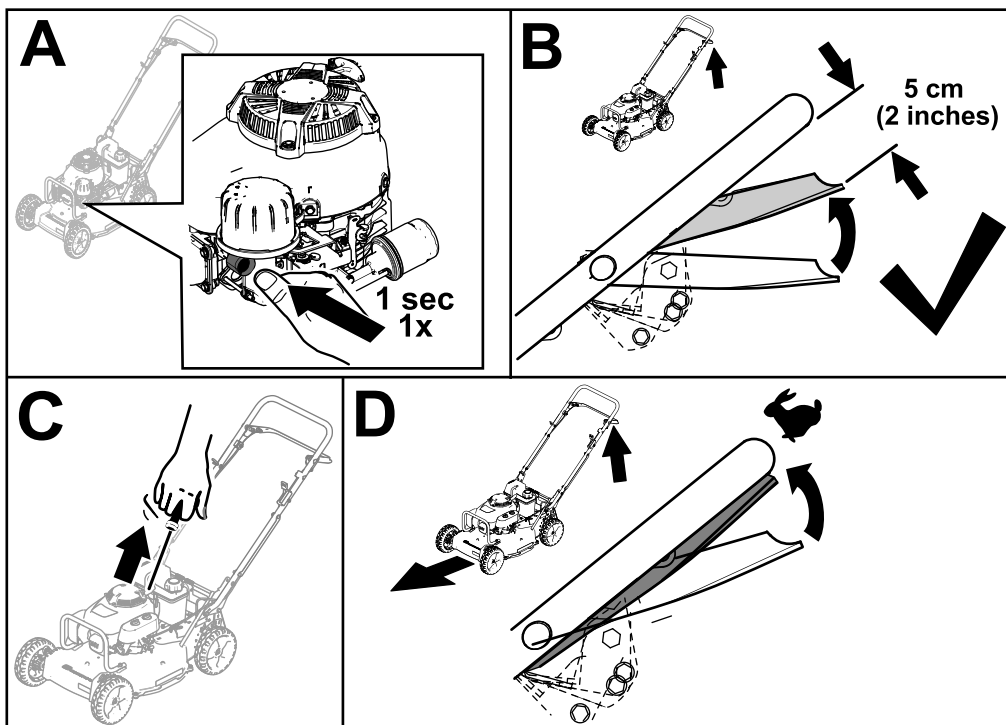

Figure 14
3. Appuyez fermement sur la poire de l'amorçeur pendant 1 seconde (encadré A de la Figure 14).
4. Maintenez la barre de commande de la lame à la position Marche/Changement à environ 5 cm (2 po) sous le guidon (encadré B de la Figure 14).
5. Tirez légèrement la poignée du lanceur jusqu'à ce que vous sentiez une résistance, puis tirez vigoureusement et laissez le câble se rétracter lentement jusqu'au guide sur le guidon (encadré C de la Figure 14).